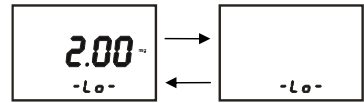

图 7-9
1、仪表在测量状态时按 3 次 REL 键，仪表的低点控制数值将跳闪，显示如图 7-9 所示：